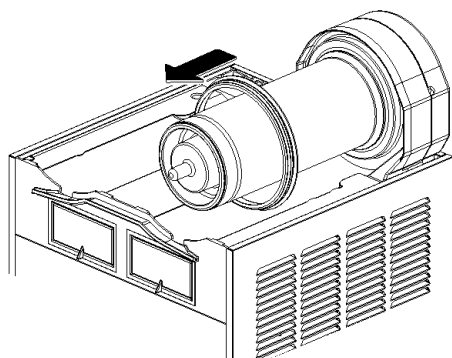

figure 11
- 4 Enlever le joint d'étanchéité du réservoir de son siège (voir figure 11).